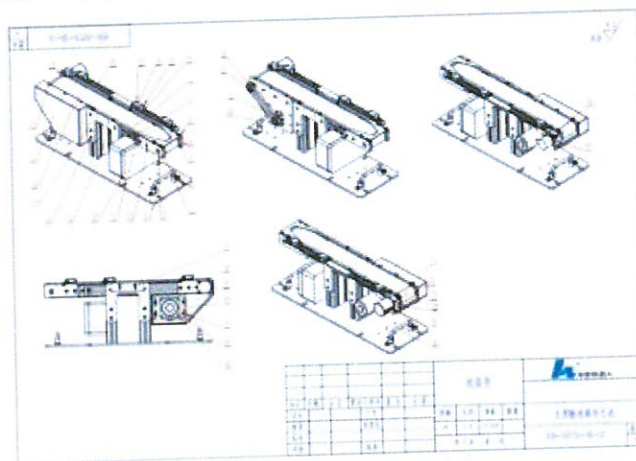

图 1 传送带装配图
现有一台工业机器人创新实训平台，该平台由工业机器人、西门子 S7-1200 PLC、快换装置、电机装配模块、装配模块和立体仓库模块等组成，各模块布局如图 1 所示。关节坐标系下工业机器人工作原点位置为  $[0^\circ, -90^\circ, 180^\circ, 0^\circ, 90^\circ, 0^\circ]$ 。
(1) 任务描述: 根据考核所提供的图纸、资料, 在符合安装工艺的要求且 工业机器人的工作环境妥备的前提下, 依据工业机器人的安全操作规范和质量检查标准, 安装传送带模块, 视觉模块使其正常工作。
(2) 工艺要求: 按图纸工艺 (如图 1) 要求完成机械部件检查诊断与故障处理, 不能损坏遗失紧固件、零配件 (如气缸、安装支架、传送带等)。